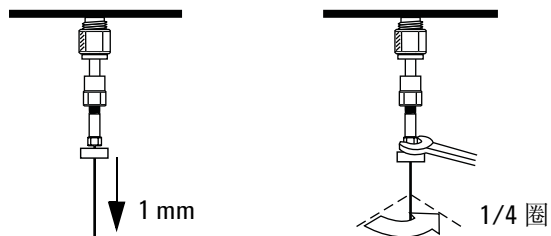

图 42 拉出色谱柱并拧紧柱螺帽
- 9 把色谱柱向外拉出 1 mm，如图 42 所示。用扳手把螺帽再拧紧 1/4 圈。色谱柱应该不能移动。